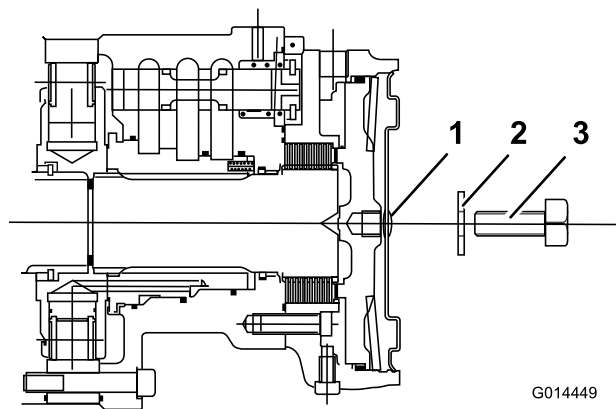

Figura 52
4. Montate la vite di arresto M12 x 40 mm lunga con rondella nel foro al centro della piastra di chiusura del motorino (Figura 52).
5. Serrate la vite di arresto nel foro filettato del pistone del freno fino a sbloccare il freno (Figura 52).
6. Individuate il gruppo del freno a disco del motore della ruota anteriore sinistra e ripetete la procedura precedente (Figura 52).